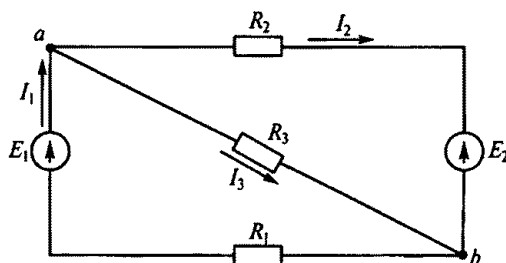

Рис. 38
1.52. Какая из приведенных систем уравнений позволяет найти токи I_1 , I_2 и I_3 в схеме, показанной на рис. 38?